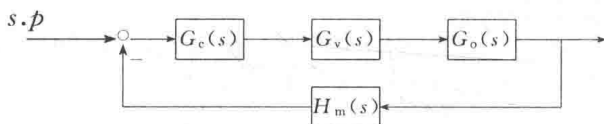

图 1-17 图 1-16 的方块图
解 (1) 该系统的被控对象为蒸汽加热器，被控变量为物料的出口温度，操纵变量为加热蒸汽流量，可能的干扰有进料流量、进料温度、加热蒸汽压力等。其方块图如图 1-17 所示。